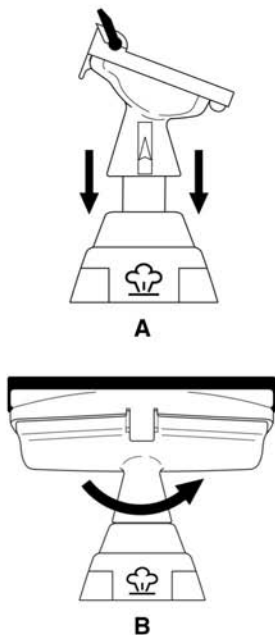

FIGURE 4
3. Glissez le Bec Tout Usage, muni de la Grande Brosse / Raclette, sur le Bec à Vapeur. Pour ce faire, alignez la patte située sur le Bec Tout Usage avec la fente située sur le fond du Bec à Vapeur (les flèches seront sur le haut et le bas) (FIGURE 4-A).
4. Tournez le Bec Tout Usage le quart d'une rotation dans le sens inverse des aiguilles d'une montre pour l'installer fermement sur place (les flèches seront maintenant sur les côtés) (Figure 4-B).